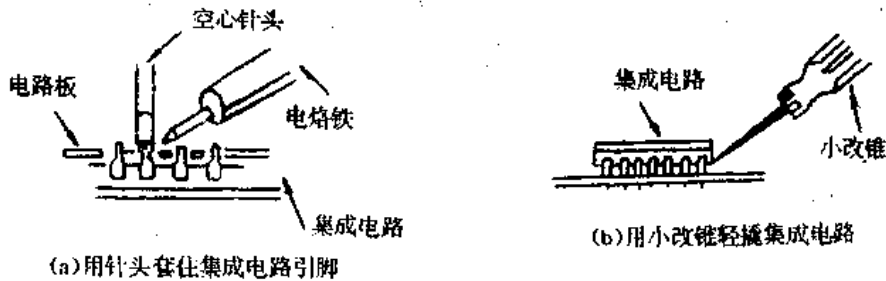

图 49-5
①医用空心针头脱焊法:用9~12号医用针头,针尖内径应刚好套住集成电路的引出脚,且外径能插入印刷板的引脚孔。然后用小锉刀将针尖锉平,把成形的平面外圆锉成斜状。使用时用尖头烙铁将引脚锡熔化,再用针头套住引脚,插入印刷板孔内,如图49-5(a)所示,然后一边移开电烙铁,一边旋转针头,等熔锡凝固后拔出针头,使引脚和印刷板脱离。所有引脚脱焊后,用小螺丝刀轻轻一撬,如图49-5(b)所示,便可取下集成电路。